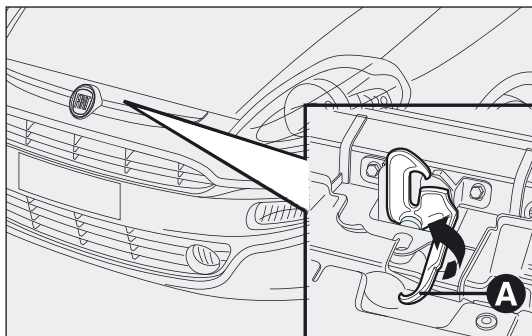

fig. 109
- ☐ trek aan het hendeltje A-fig. 109, zoals aangegeven in de afbeelding;